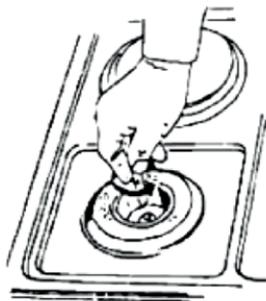

Figure 4
a) Changement des injecteurs de brûleurs du plan de cuisson (Fig.4)